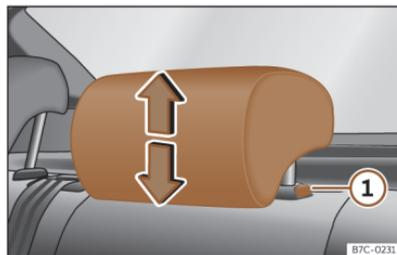

Fig. 98 Apoyacabezas trasero: regulación del apoyacabezas.
- Agarre el apoyacabezas con ambas manos por los lados y empuje hacia arriba hasta encajarlo en la posición deseada. Para bajarlo, haga la misma acción, pulsando el botón lateral ① >>> **fig. 98**.